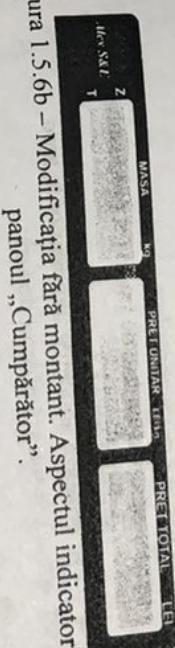

Figura 1.5.6b – Modificarea fără montant. Aspectul indicatorilor pe panoul „Cumpărător”.
1.5.6 Pe panoul de afișare „Cumpărător” sunt plasate trei indicatori: „MASĂ”, „PRET UNITAR”, „PRET TOTAL”(figura 1.5.6a, figura 1.5.6b).